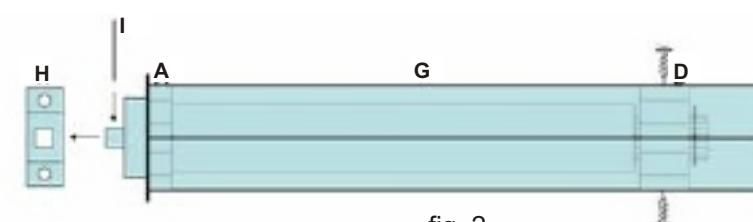

fig. 2
Introdurre il motoriduttore tubolare all'interno del rullo avvolgitore (G), assicurandosi di inserire interamente la corona del finecorsa (A) (fig. 2).
Fissare la puleggia (D) del motoriduttore tubolare al rullo avvolgitore mediante due viti parker disposte a 180° l'una dall'altra in modo da evitare possibili slittamenti assiali del motore (fig. 2).
Inserire la testa del motore sul supporto scelto (H) bloccandola mediante la coppiglia (I) (fig. 2).
Insert the tubular gearmotor inside the wind-up roll (G), and check that the crown wheel of the limit switch is fully engaged (A) (fig. 2).
Fix the drive wheel (D) of the tubular gearmotor to the wind-up roll with two Parker screws at 180° from each other in order to avoid the axial slip of the gearmotor (fig. 2).
Insert the motor head on the chosen bracket (H) locking it with the split pin (I) (fig. 2).
Introducir el motor dentro del rodillo envolvente (G), asegurandose de que la corona de fines de carrera (A) este enteramente introducida (fig.2).
Fijar la rueda de arrastre (D) del motor al rodillo envolvente mediante dos tornillos "parker" puestos a 180° el uno de el otro, asi que se eviten posibles escorriente del motor (fig.2).
Introducir la cima del motor sobre el soporte elegido (H), bloqueandola mediante el perno (I) (fig.2).